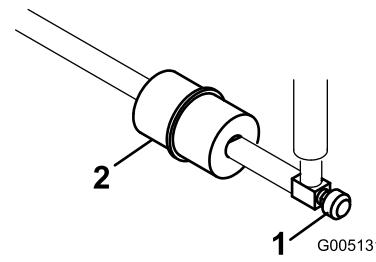

Figura 53
Nei tubi di alimentazione, tra il serbatoio del carburante ed il carburatore, è incorporato un filtro in linea (Figura 53). Sostituite il filtro ogni 800 ore o prima, qualora il flusso del carburante fosse ostacolato. Verificate che la freccia sul filtro sia diretta lontano dal serbatoio del carburante.
1. Chiudete la valvola di intercettazione del carburante, allentate la fascetta stringitubo dal lato carburatore e rimovete il tubo di alimentazione dal filtro (Figura 53).
2. Collocate una bacinella di spurgo sotto il filtro, allentate la restante fascetta stringitubo e rimovete il filtro (Figura 53).